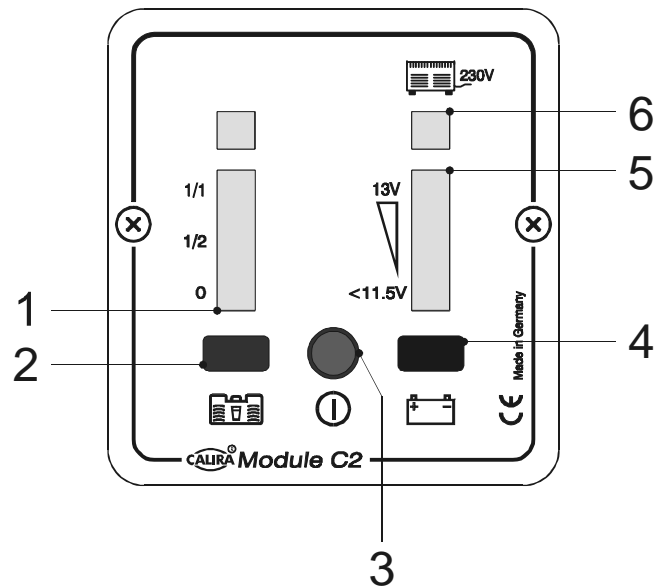

Bild 1: Module C2
Genom att trycka huvudströmbrytaren (belyst tryckknapp bild 1 pos. 4) aktiveras huvudströmbrytarreläet i Module B. Huvudströmbrytaren lyser grönt när den är aktiverad. Med huvudströmbrytaren kan du tillsammans med huvudströmbrytarreläet sätta PÅ (tryckknappen lyser grönt) och genom ett nytt tryck stänga AV 12 volt förbrukarna.
Laddningskontrollindikatorn (grön, bild 1 pos. 6) lyser, oberoende av huvudströmbrytaren, när Module B är i nätladdningsdrift och försörjningsbatteriet laddas. Laddningsprocess se beskrivning Module B.
Genom att trycka knappen (bild 1 pos. 4) visas försörjningsbatteriets spänning i batterispänningsindikatorn (bild 1 pos. 5) med en LED-kedja.
Genom att trycka knappen (bild 1 pos. 2) aktiveras färskvattentankindikatorn (bild 1 pos. 1) och tankinnehållet visas med en LED-kedja i fjärdedelssteg.